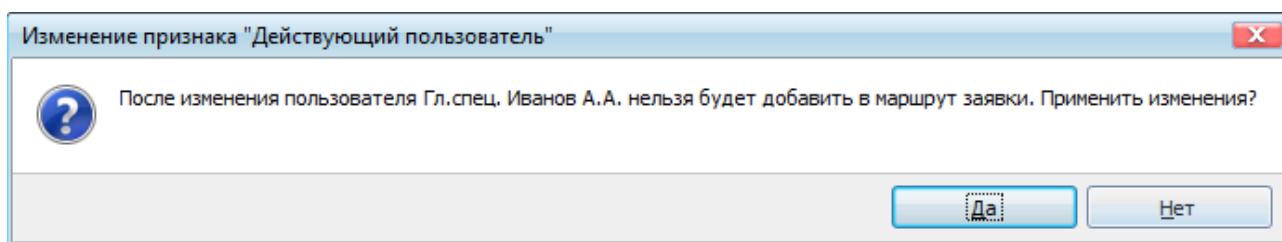

Рисунок 7.37 – Диалоговое окно «Изменение признака «Действующий пользователь»»
- проставлением флага «*Действующий пользователь*» задается пользователь, имеющий право работы с АСУРЭО. Для сохранения истории работы с заявками информация о пользователе (например, уволившемся или вышедшем на пенсию) не может быть удалена из БД, поскольку нарушится история рассмотрения старых заявок. Для того чтобы сохранить информацию о пользователе и запретить ему вход в систему, у данного пользователя необходимо снять флаг «*Действующий пользователь*». Также флаг необходимо снять, если пользователь, участвующий в рассмотрении заявок, временно отсутствует (например, в отпуске) и не может принять участия в рассмотрении. При снятии у действующего пользователя флага «*Действующий пользователь*» появляется диалоговое окно изменения признака (Рисунок 7.37).